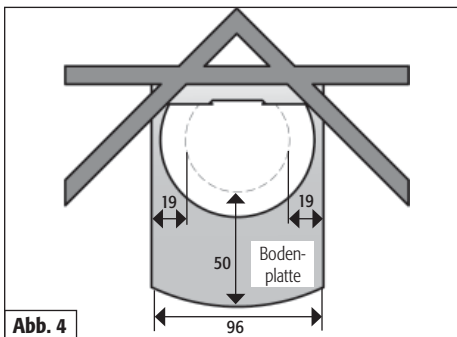

Abb. 4
**Die Bodenplatte muss den Grundriss des Kaminofens vorne um mindestens 50 cm und seitlich um mindestens 19 cm überragen (Abb. 4).**